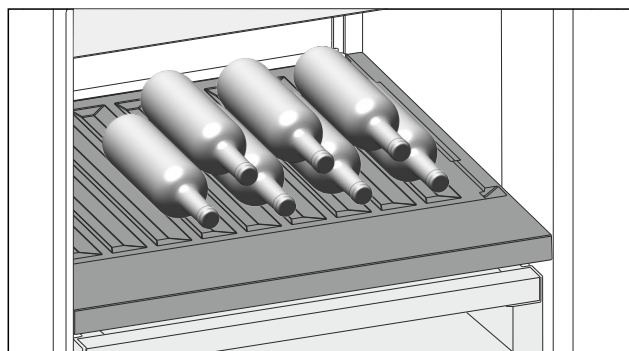

Fig. 168 例图
- ▶ 将瓶底向后对着后壁放入瓶子。(参见 Fig. 168)